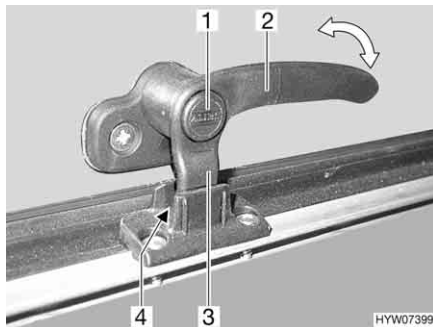
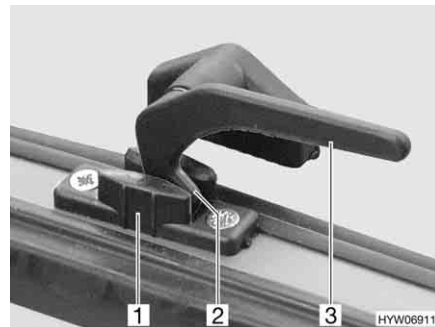

Bild 90 Låsarm med låsknapp i läget "kontinuerlig vädning"
Bild 91 Låsarm i läget "kontinuerlig vädning"
- I läget "kontinuerlig vädning" (Bild 90 och Bild 91)
- Tryck på låsknappen (Bild 90,1) om sådan finns och håll den nedtryckt.
- Vrid alla låsarmar (Bild 90,2 eller Bild 91,3) ett kvarts varv mot luckans mitt.
- Vrid tillbaka alla låsarmar. Därvid måste låsspaken (Bild 90,3 eller Bild 91,2) föras in i spåret på lucklåset (Bild 90,4 eller Bild 91,1).